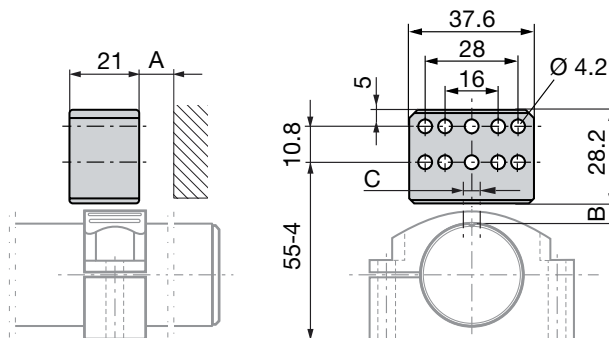
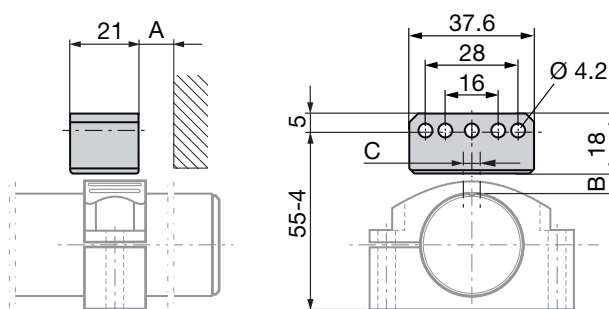

図 5-1: 寸法と距離 (ポインタ BTL6-A-3800-2 付き)
図 5-2: 寸法と距離 (ポインタ BTL6-A-3801-2 付き)
- 磁性体製の部品とポインタとの間の距離 A は、必ず 10 mm 以上となるようにしてください (図 5-1 および図 5-2 を参照)。
- ポインタと BTL との間の距離 B と中央オフセット C (図 5-1 および図 5-2 を参照) については、以下の数値を必ず守ってください。
表 5-1: ポインタの距離とオフセット (図 5-1 および図 5-2 を参照)